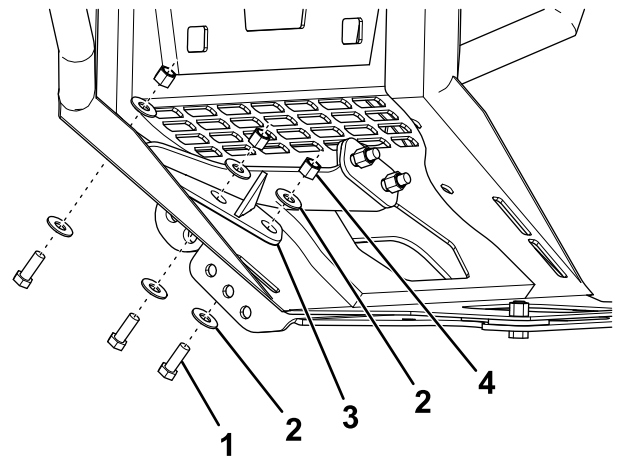

Figure 3
10. Fixez la plaque de protection du soubassement au véhicule et à la plaque de support gauche à l'aide de 3 boulons ($\frac{3}{8}$ po), 6 rondelles et 3 contre-écrous (Figure 3).